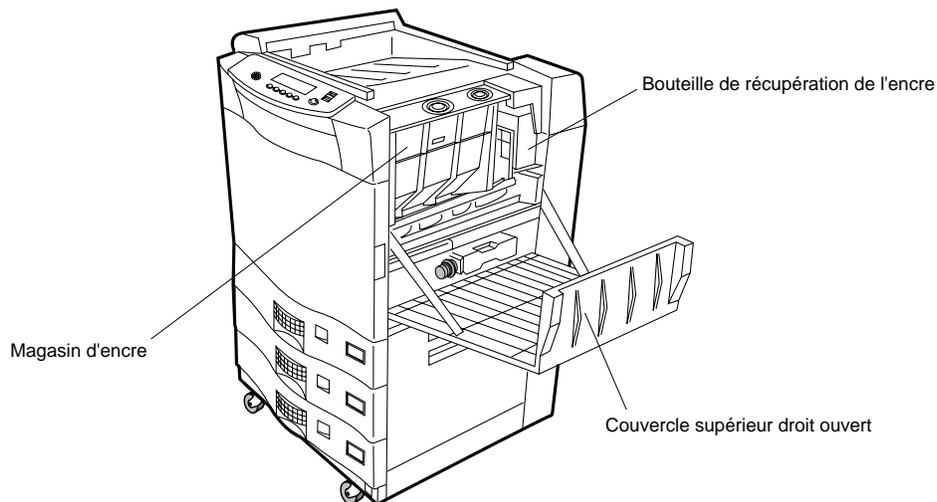

Figure 4-1 Ouverture du couvercle supérieur droit
2. Ouvrez le couvercle supérieur droit (Figure 4-1) pour accéder au magasin d'encre et à la bouteille de récupération de l'encre usagée.